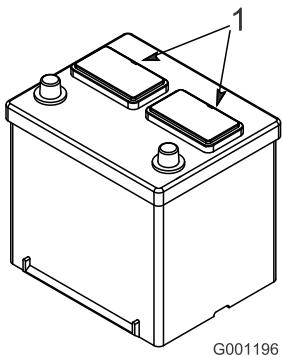

Bild 4
- Reinigen Sie die Oberseite der Batterie und nehmen Sie die Entlüftungsdeckel ab (Bild 4).